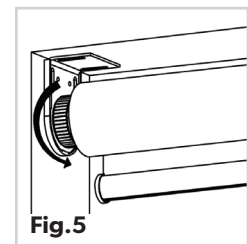

Fig.5
8. A continuación, bloquee la persiana girando la ruedita de la izquierda 90 grados en dirección hacia abajo (Fig.5)